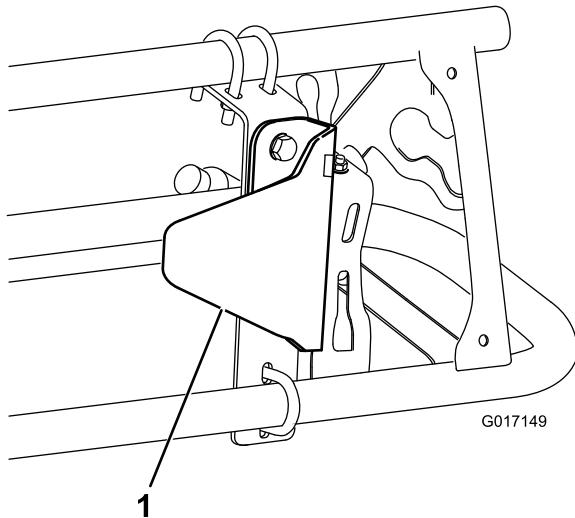

図 10
2. 図 10 のように、取り付けブラケットにセンサーガードブラケットを取り付ける；ボルト (5/16 x 3/4 インチ) (2本) とフランジナット (5/16 インチ) (2個) を使用する。